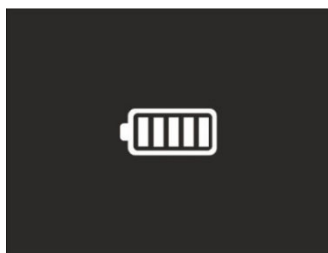

Abb. 51: Angabe der kompletten Wiederaufladung der Batterie
3. Mit festem Symbol " auf dem Display ist die Wiederaufladung der Batterie beendet (siehe Abb. 51).